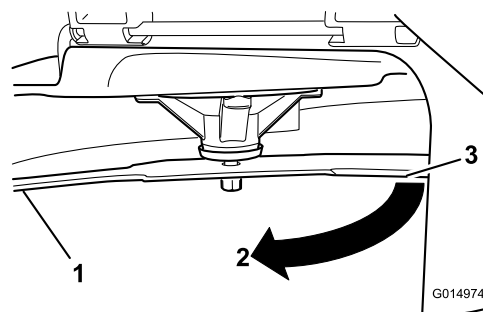

Figura 59
4. Rode a mesma lâmina 180 graus para que a extremidade de corte oposta fique na mesma posição (Figura 59).